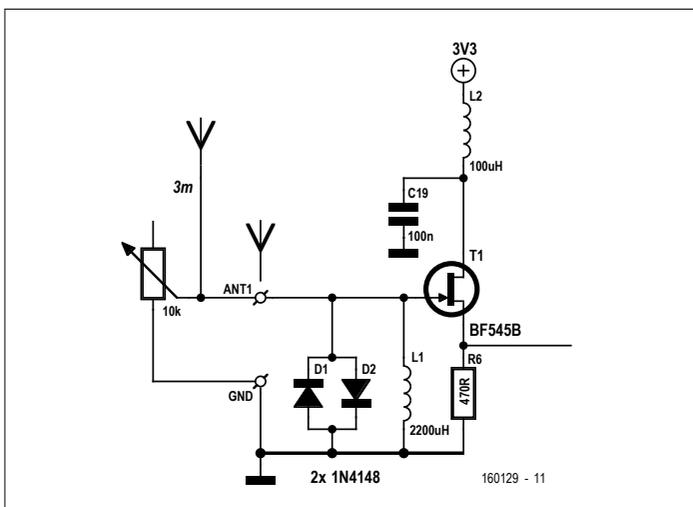

Bild 1. Zimmerantenne mit Abschwächer.
Auf dem SDR-Shield befindet sich bereits ein FET-Impedanzwandler (T1) mit HF-Drossel (L1) und Diodenbegrenzer (D1/D2). Als einfachste Antenne für den SDR reicht deshalb schon ein etwa drei Meter langer Draht, der einfach über den Schrank geworfen wird oder sogar auf dem Boden des Zimmers liegt. Am Abend kann man damit bereits viele starke Rundfunksender auf Kurzwelle hören. Einige Signale im 75-m-Band können bereits so kräftig sein, dass der Empfänger übersteuert wird. Da hilft ein Abschwächer in Form eines Potis, das einfach parallel zum Antenneneingang gelegt wird (**Bild 1**).
Bild 1. Anschlüsse auf dem Board: (1) Buchsen der vier LEGO-Motoren, (2) Klemmen der 16 I/O-Leitungen, (3) Betriebsspannung 9 V, (4) Kontaktleisten-Signale des angesteckten Raspberry Pi.